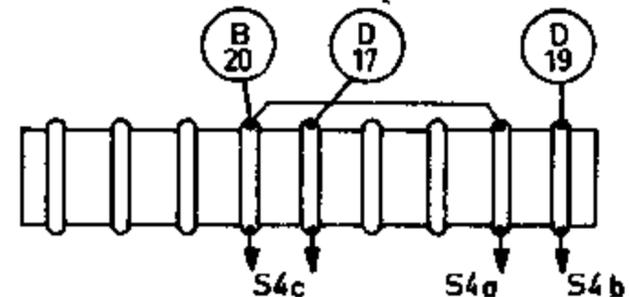

Fig. 1
- a. The connections to the connection strip of the ferroceptor (S4) have been modified as shown in Fig. 1. Also see TRA3581. Moreover, connection  $\textcircled{E}_{20}$  in unit D has been cancelled. Connection  $\textcircled{E}_{20}$  is now located in unit B, where it is connected to junction R11/C23. Therefore,  $\textcircled{D}_{20}$  in unit E, should be numbered  $\textcircled{B}_{20}$ .
- a. De verbindingen naar het aansluitstripje van de ferroceptor (S4) zijn gewijzigd zoals Fig. 1 aangeeft. Zie ook TRA3581. Tevens is verbinding  $\textcircled{E}_{20}$  in unit D vervallen. Verbinding  $\textcircled{E}_{20}$  komt nu in unit B en is daar verbonden met knooppunt R11/C23. Tengevolge hiervan moet in unit E  $\textcircled{D}_{20}$  omgenummerd worden in  $\textcircled{B}_{20}$ .
- a. Les connexions vers la barrette du ferrocepteur (S4) ont été modifiées comme indiqué fig. 1. Voir aussi TRA3581. En outre, la connexion  $\textcircled{E}_{20}$  du bloc D est supprimée. La connexion  $\textcircled{E}_{20}$  se trouve maintenant dans le bloc B et y est reliée au noeud R11/C23. Il en résulte que dans le bloc E  $\textcircled{D}_{20}$  doit être numéroté  $\textcircled{B}_{20}$ .
- a. Die Verbindungen zum Anschlussstreifen des Ferroceptors (S4) sind, wie aus Abb. 1 ersichtlich ist, geändert. Siehe auch TRA3581. Verbindung  $\textcircled{E}_{20}$  der Einheit D ist nach Einheit B verlegt und dort mit Knotenpunkt R11/C23 verbunden. Demzufolge ist  $\textcircled{D}_{20}$  der Einheit E mit  $\textcircled{B}_{20}$  zu markieren.
- a. Los hilos que van hacia la regleta de conexiones del ferroceptor (S4) han sido modificadas tal como se indica en la Fig. 1. Véase también la figura TRA3581. Además la conexión  $\textcircled{E}_{20}$  de la unidad D ha sido suprimida. Ahora la conexión  $\textcircled{E}_{20}$  va a la unidad B y allí está unida con el nudo R11/C23. Debido a esto, en la unidad E hay que cambiar el número  $\textcircled{D}_{20}$  por el número  $\textcircled{B}_{20}$ .